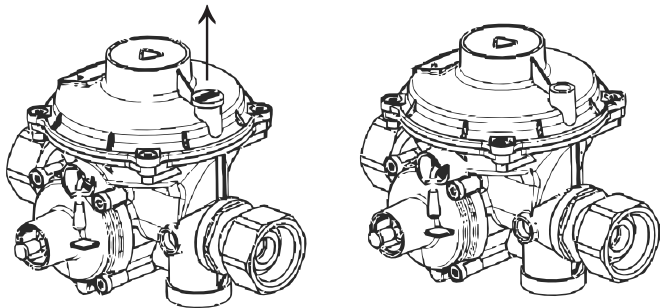

Рис. 2
Пуск регулятора в работу осуществляется путем поворота рычага 2, как показано на рис.2.
2.3.3 Снимите пластмассовую крышку с трубки сбросного клапана (см. рис.2)